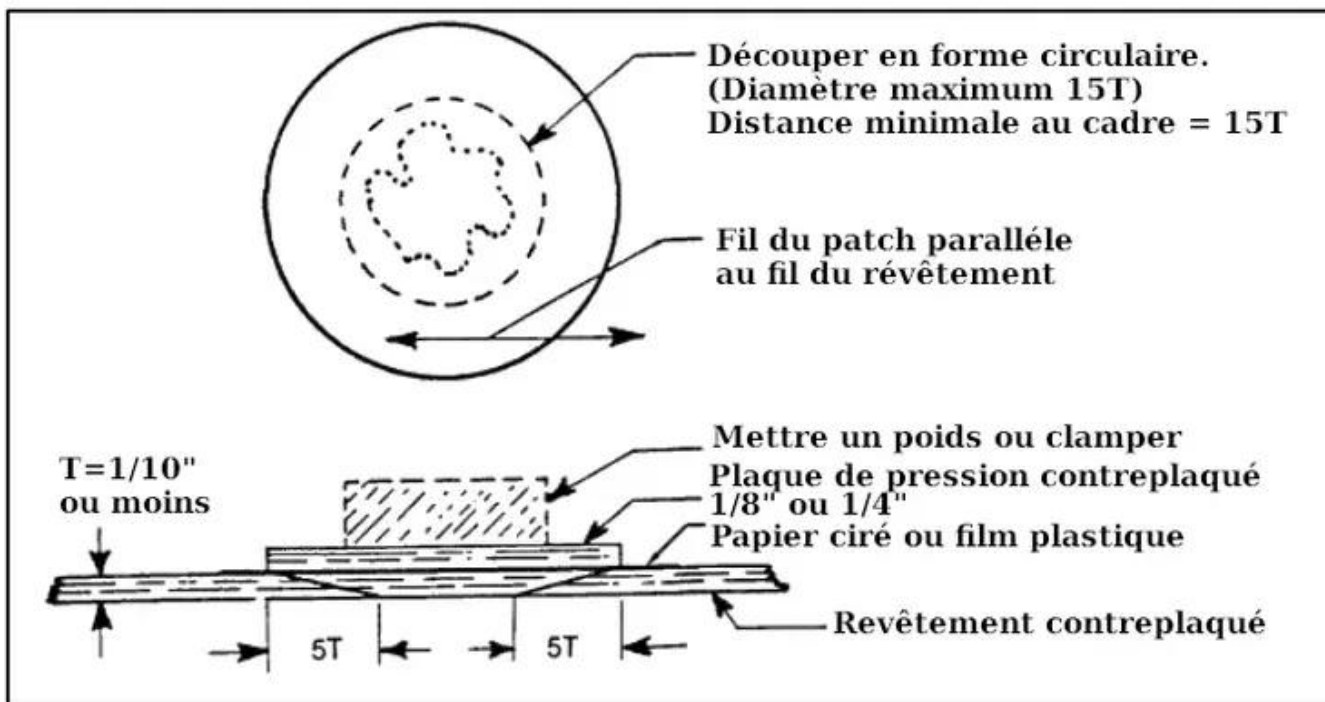

FIGURE 1-13. Pièce évasée
a. Pièce à bords biseautés. Les petits trous dont la plus grande dimension ne dépasse pas 15 fois l'épaisseur du revêtement, dans des revêtements n'excédant pas 1/10" d'épaisseur, peuvent être réparés en utilisant une pièce circulaire à bords biseautés comme illustré à la figure 1-13. Le terme « biseauté » est utilisé pour indiquer que les bords de la pièce sont amincis, mais la pente est plus forte que celle autorisée pour les opérations d'enture.
(1) Tracer la pièce conformément à la figure 1-13. Fixer une petite pièce de contreplaqué sur le trou pour servir de point central et tracer deux cercles avec un compas, le cercle intérieur étant de la taille du trou et le cercle extérieur marquant les limites du biseau. La différence entre les rayons est de 5T (5 fois l'épaisseur du revêtement). Si l'une des pointes du compas a été affûtée en biseau, le compas peut être utilisé pour découper le cercle intérieur.
(2) Biseauter uniformément le trou jusqu'au repère extérieur à l'aide d'un ciseau, d'un couteau ou d'une râpe.
(3) Préparer une pièce circulaire biseautée pour s'adapter au trou préparé, et coller la pièce en place en faisant correspondre la direction du fil de parement avec celle de la surface d'origine.
(4) Utiliser du papier ciré ou un film plastique (découpé plus grand que la taille de la pièce) entre la pièce et la plaque de pression en contreplaqué. Cela empêche l'excès d'adhésif de coller la plaque de pression au revêtement. Centrer soigneusement la plaque de pression sur la pièce.
(5) Comme il n'y a pas de renfort derrière cette pièce, il faut veiller à ce que la pression ne soit pas suffisamment élevée pour fissurer le revêtement. Sur les surfaces horizontales, des poids ou des sacs de sable seront suffisants. Pour les pièces trop éloignées de tout bord pour l'utilisation de serre-joints manuels standard, des mâchoires de plus grande longueur peuvent être improvisées. Le tableau 1-2, colonnes (1) et (3), peut également être utilisé pour déterminer l'épaisseur maximale des plis simples pour les éléments courbes.
(6) Mastiquer, poncer et remettre en finition la pièce.